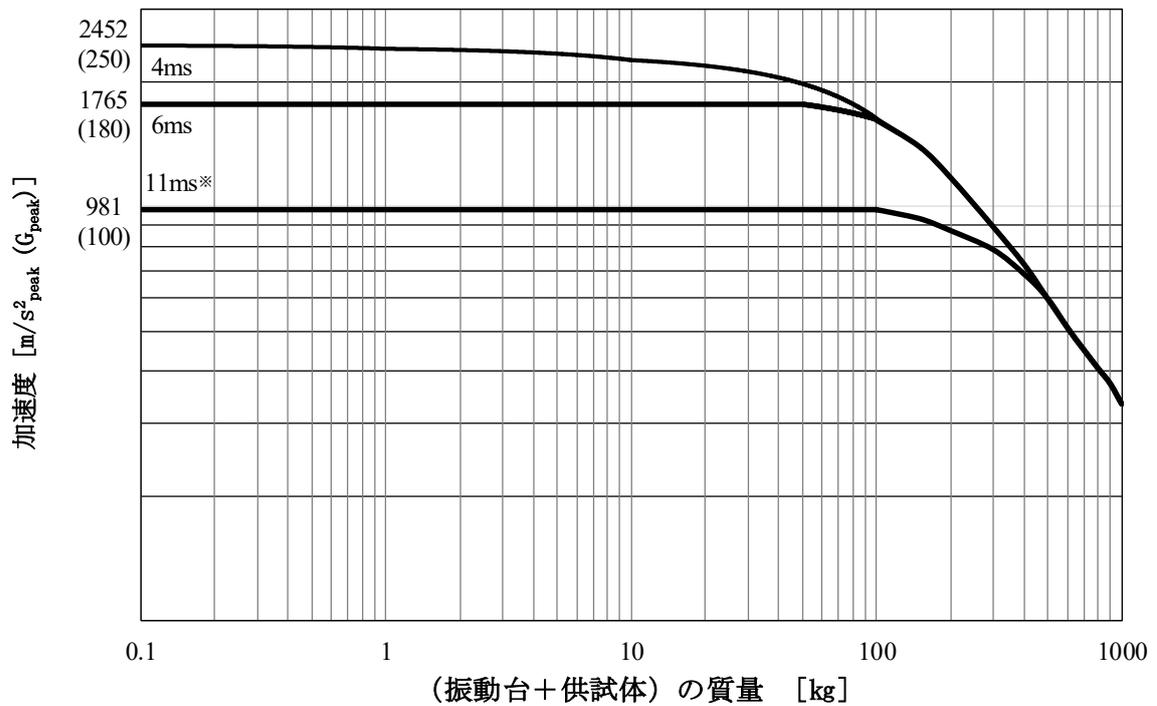

図 2-8 最大加振加速度 (加振機単体：トランジェント波 (半正弦波\*))
- ⑧ 最大加振加速度 振動発生機単体及び振動台毎の最大加振加速度を図2-5、図2-6、図2-7、図2-8、図2-9に示す（最大加振能力付近での使用に対しては事前に確認を行うこと）。